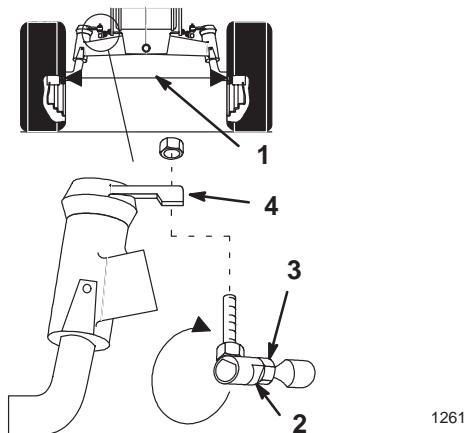

Abbildung 32
100 Betriebsstunden bzw. einmal pro Jahr kontrollieren, je nachdem, welcher Fall zuerst eintritt (Abb. 32).
3. Zwischen den Felgen in Achszapfenhöhe an der Vorder- und Hinterseite der Räder messen (Abb. 32).
2. Das Kugelgelenk von einem Lenkstockhebel entfernen (Abb. 32).
4. Die flachen Stellen am Kugelgelenk so halten, daß sie auf die flachen Stellen an der Spurstange ausgerichtet sind, und die Gegenmutter anziehen (Abb.32).